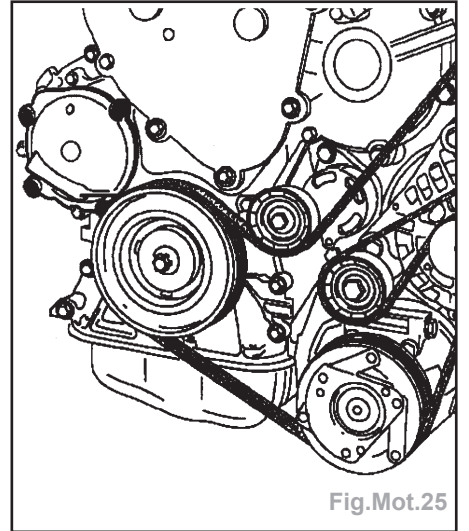

Fig.Mot.25
- Déposer les 4 vis de fixation du carter de pompe à eau (Fig.Mot.25).